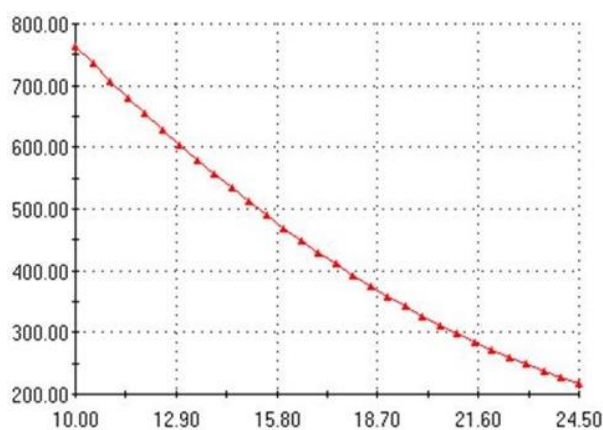

Рисунок 2.9 – График локальной тенденции
4. В разделе **График локальной тенденции** (рис. 2.9) выберите **Оптимальный**. Программа создает график вариации максимального напряжения по Мизесу по сравнению с расчетной переменной **DV2**. Тенденция отображается с двумя другими расчетными параметрами, установленными на оптимальные значения, как показано в столбце **Оптимальный**. Единицы измерения – МПа и мм для осей Y и X, соответственно.